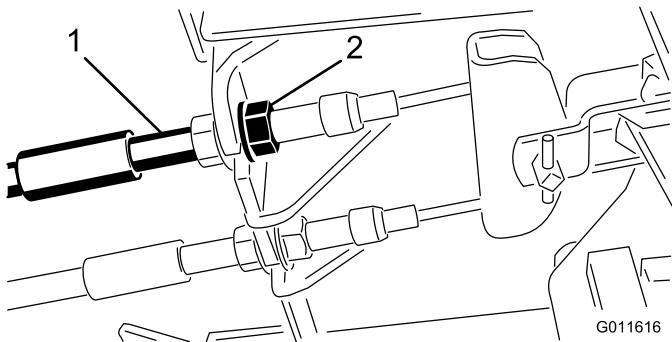

Figura 55
- Per ridurre il gioco dei pedali del freno, stringete i freni allentando il dado anteriore sull'estremità filettata del cavo del freno (Figura 55).